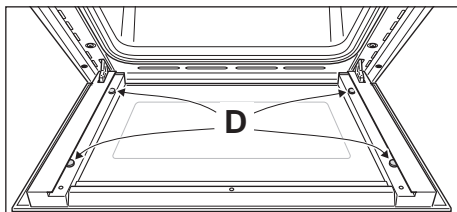

Fig. 6.24
- Kontroller at gummipuderne (**M**) er placeret korrekt (Fig. 6.24).